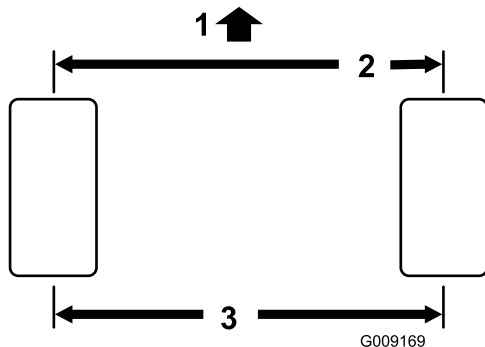

Figura 46
5. Mida la distancia entre los neumáticos delanteros a la altura del eje, en la parte delantera y trasera de los neumáticos (Figura 46).